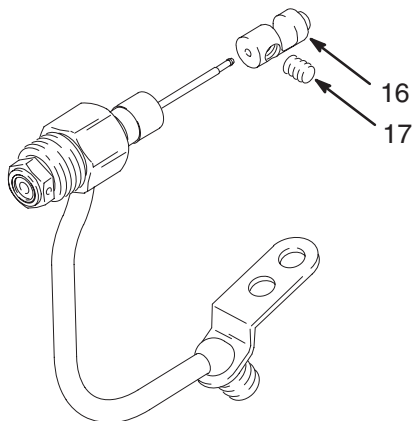

Fig. 11
7. Mens du holder i fjærstyringen (16) for å unngå at nålen blir bøyd, løsne settskruene (17). Ta av fjærstyringen (16). Se Fig. 11.